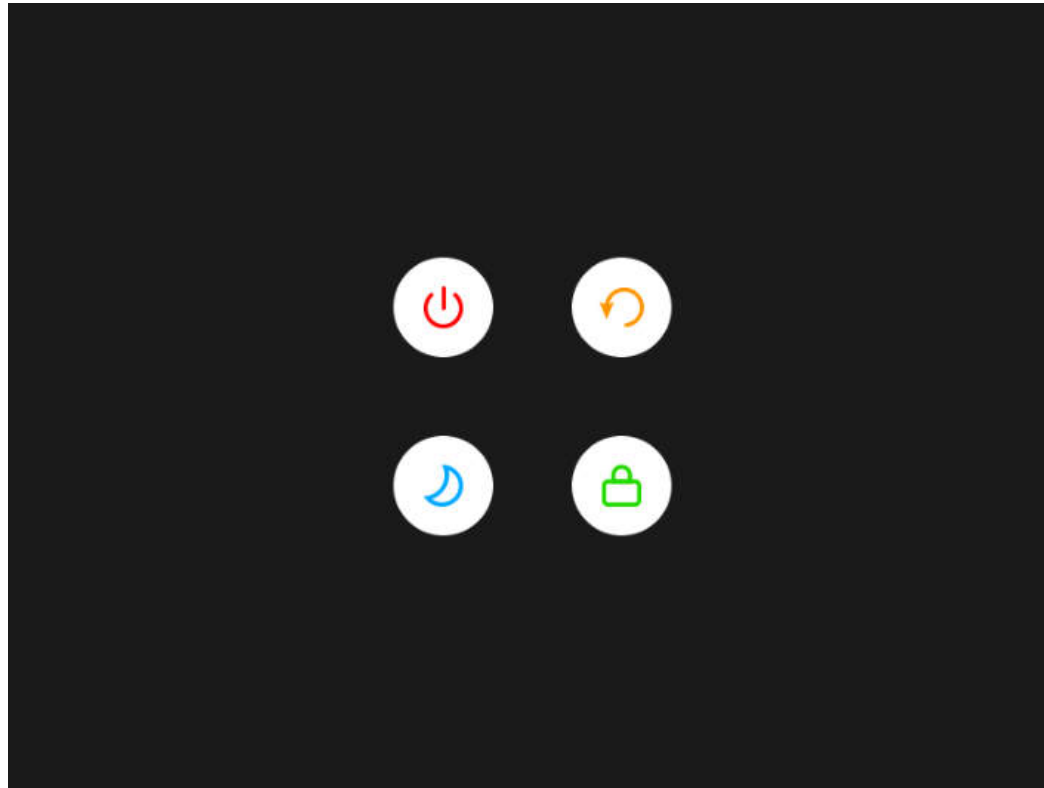

图13-12 关机界面
长按电源键^①，将进入关机界面，见图 13-12。关机界面包含 4 个选项：关机、重启、待机、锁屏。